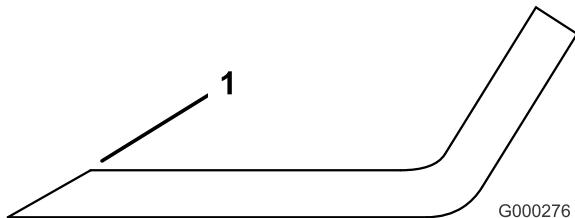

Figura 32
3. Inspecione los filos de corte de todas las cuchillas. Afile los filos de corte si están romos o tienen mellas. Afile únicamente la parte superior del filo y mantenga el ángulo de corte original para asegurar un filo correcto (Figura 32). La cuchilla permanecerá equilibrada si se retira la misma cantidad de metal de ambos filos de corte.